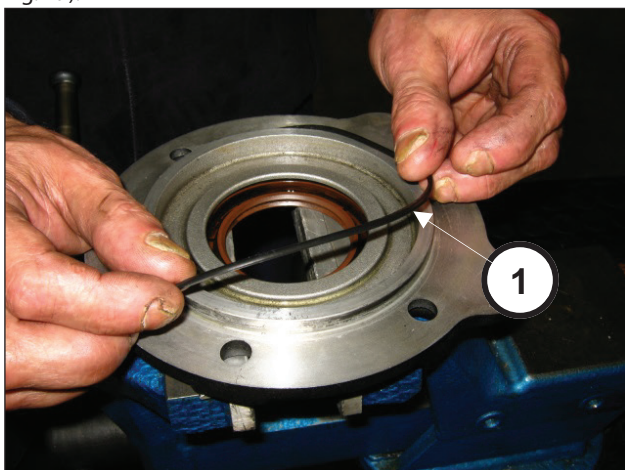

Fig. 79
Poser le joint torique sur le couvercle de pignon (rep. ①, Fig. 79).